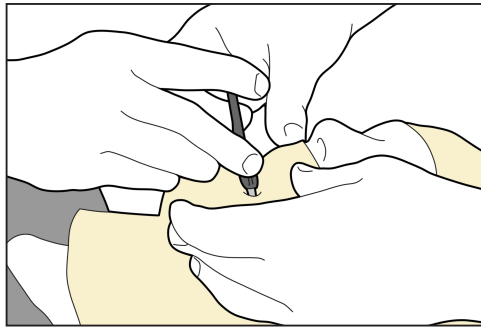

Fig. 12
3. Før biteplaten gjennom masken og inn i pasientens munn mens masken fremdeles kan formes. (Fig. 12)
4. Bruk føringen til å føre biteplaten inn til riktig dybde. (Fig. 12)